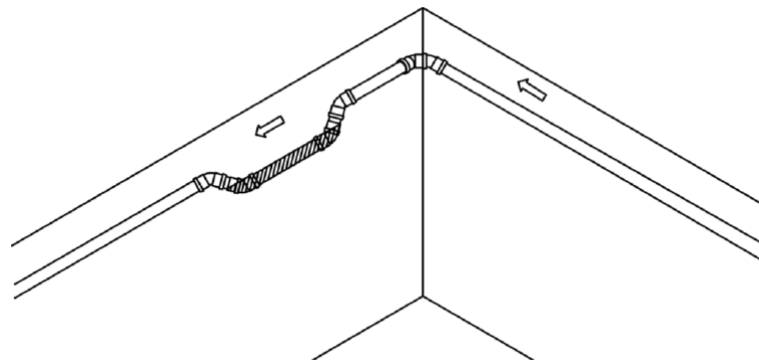

图7 方向发生变化的真空管路输送弯管的安装
3.1.2.5 方向发生变化的真空管路上应安装输送弯管。输送弯管通常安装改变方向后的真空管路上，如图7所示。拐角与输送弯管的距离应尽可能短。